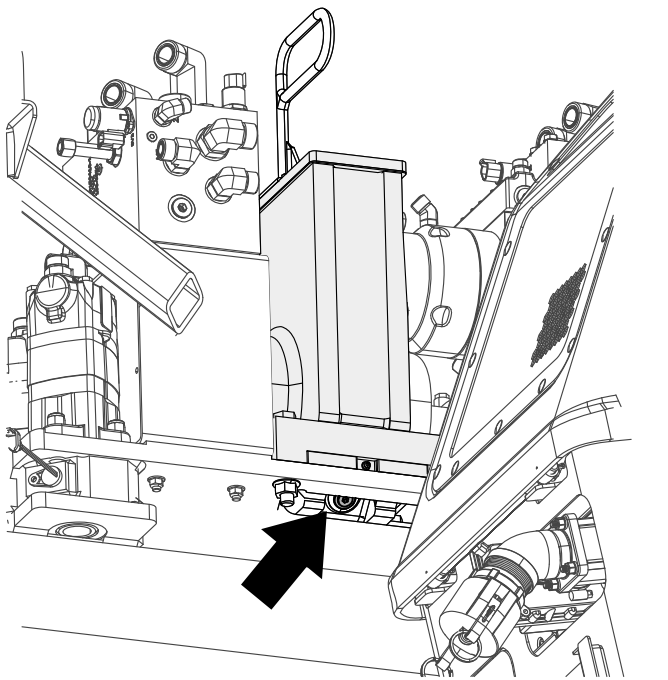

Bild 101
3. Entfernen Sie die Ablassschraube und lassen Sie das Öl ab (**Bild 101**).